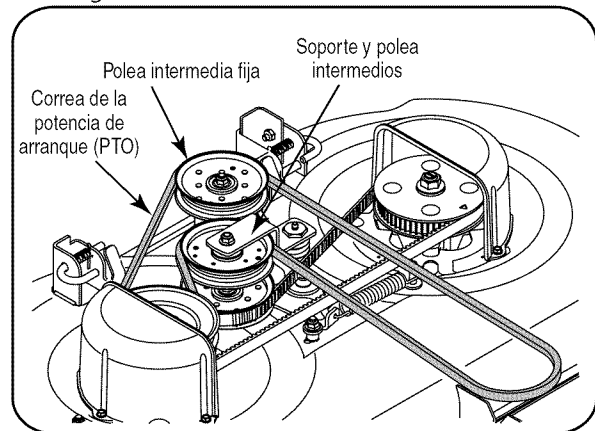

Figura 7-3
- Corra la correa de la potencia de arranque hacia abajo y fuera de la polea intermedia del soporte de polea intermedia por resorte. **NOTA:** Puede resultar necesario aflojar el tornillo hexagonal y la tuerca de seguridad con brida que sujetan la polea al soporte de la polea intermedia para pasar la correa entre la polea y el soporte. Deslice la correa entre la base de la polea intermedia y la parte superior de la polea intermedia de la correa de sincronización que aparece a continuación. Vea la Figura 7-3.
- Enlace la correa y empújela fuera de la ranura en V de la polea de accionamiento ubicada en el conjunto derecho del husillo. Levante la correa por encima de la polea y hacia afuera desde la parte inferior de la cubierta del husillo. Vea la Figura 7-3.
- Pase el lado posterior de la correa alrededor de la polea intermedia y entre dicha polea y la ménsula intermedia. Ajuste nuevamente el tornillo hexagonal y la tuerca seguridad con brida si los aflojó previamente. Vea la Figura 7-3.
- Haga pasar la correa alrededor de la polea intermedia fija como se indica en la Figura 7-3 y vuelva a instalar la plataforma como se describe en "Reinstalación de la plataforma de corte" más adelante en esta sección.